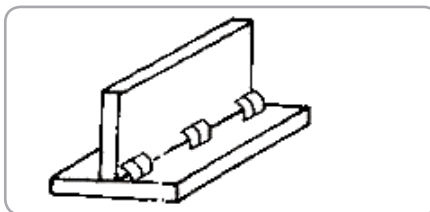

Fig.21
- îmbinări cu cusături întrerupte (fig.21):